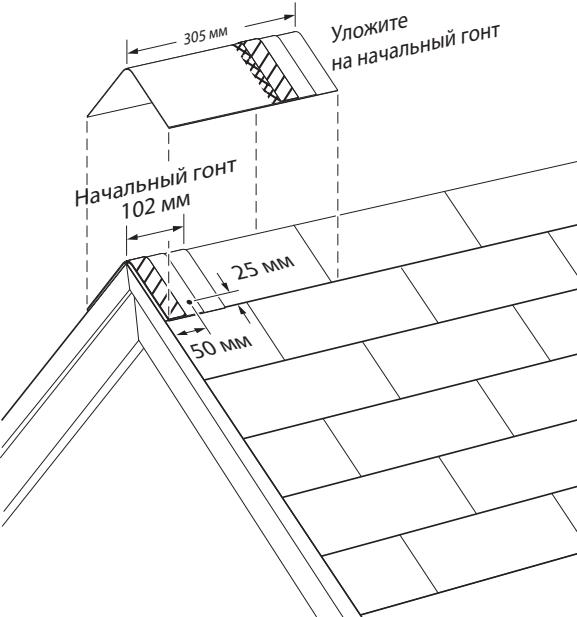

Рис. 12-19. Уложите целый покрывающий гонт на начальный гонт.
**ПРИМЕЧАНИЕ:** У верхнего края каждого покрывающего гонта имеется метка для укладки/выравнивания, позволяющая выровнять кусок гонта по центру на линии конька, и по одной метке с каждой стороны, указывающих надлежащую величину открытого участка и расположение линии тени (Рис. 12-19). Боковые метки укладываемого куска следует выровнять по верхнему краю предыдущего гонта.
При закреплении начального гонта вбейте гвоздь на расстоянии 2,5 см **внутрь** от каждой боковой кромки и на расстоянии примерно 5 см выше открытой кромки начального гонта, убедившись, что гвоздь входит в обрешётку на 19 мм или проходит через неё насеквой (см. Рис. 12-19). При закреплении каждого целого гонта Cedar Crest, вбивайте гвозди на расстоянии 22 см выше его открытой кромки и 2,5 см внутрь от каждой боковой кромки (см. Рис. 12-20).
Уложите основную часть кровельного покрытия до ребра или конька с обеих сторон крыши и обрежьте гонты бровень на обеих сторонах. Убедитесь, что гонты Cedar Crest будут надлежащим образом закрывать верхний ряд гонтов с обеих сторон ребра или конька. Подготовьте начальный гонт шириной 10 см, отрезав нижний кусок с цветными гранулами шириной 20,3 см от одного гонта Cedar Crest. Уложите начальный кусок гонта шириной 10 см с приподнятой кромкой накрывающего участка на нижний угол ребра или на любой конец конька таким образом, чтобы он нависал над углом ребра или концом конька примерно на 13 мм, и согните начальный гонт по центральной линии, чтобы придать ему форму, необходимую для укладки (см. Рис. 12-19). Вбейте гвоздь с каждой стороны примерно на 5 см выше края открытого торца начального гонта и в 2,5 см внутрь от каждой боковой кромки гонта.